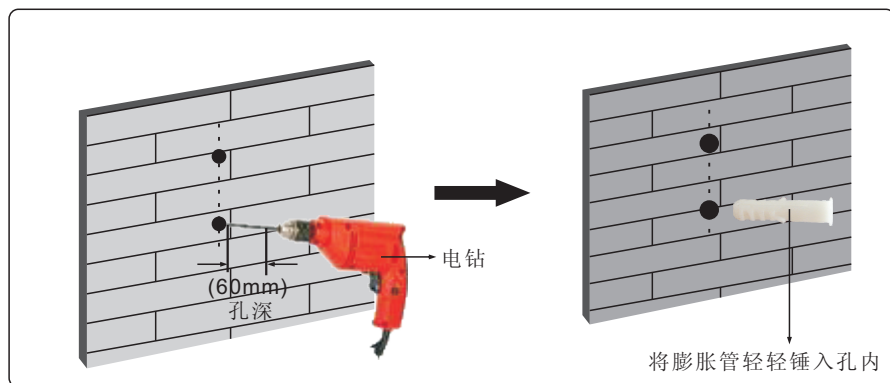

图1-9
- 将膨胀管用锤子轻轻敲入放膨胀管的位置，膨胀管必须完全进入安装墙里（如图1-9）。